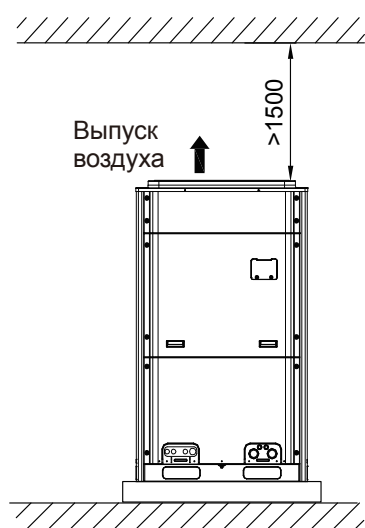
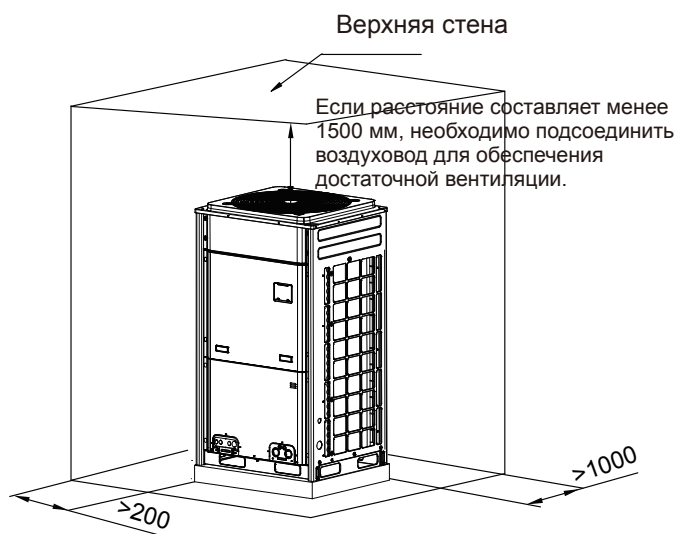

Рис. 7
Рис. 8
3.2.2 Если над устройством имеется стена (или подобное препятствие), то расстояние между верхней частью устройства и стеной должно составлять не менее 300 мм. Если устройство находится в абсолютно открытом пространстве без препятствий со всех четырех сторон, то расстояние между верхней частью устройства и стеной должно составлять не менее 1500 мм (см. рис. 7). Если расстояние находится в пределах до 1500 мм, или устройство установлено не в открытом пространстве, то для обеспечения достаточной вентиляции требуется установка отводящего воздуховода (см. рис. 8).